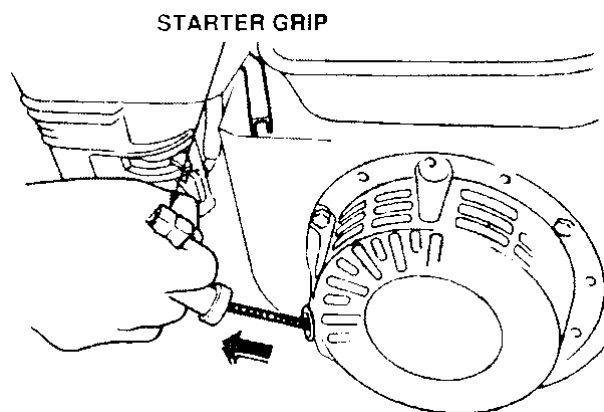

Рисунок 4. Рукоятка стартера
5. Взяться за рукоятку стартера (рисунок 4) и медленно тянуть ее. Тянуть до появления сопротивления, и потом рывком запустить двигатель.